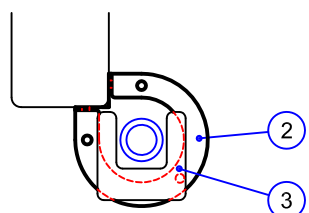

Figure 5
RAISE THE DOOR ENOUGH TO PLACE THE LOWER SHIM ③ BETWEEN THE TOP OF THE LOWER HINGE GUARD ② AND THE BOTTOM OF THE DOOR AT THE LOWER HINGE POST. POSITION THE LOWER SHIM ③ SO IT IS NOT RESTING ON THE WHITE UHMW BUSHING, SEE FIGURE 5 - PAGE 2.
RAISE THE DOOR ENOUGH TO PLACE THE LOWER SHIM ③ BETWEEN THE TOP OF THE LOWER HINGE GUARD ② AND THE BOTTOM OF THE DOOR AT THE LOWER HINGE POST. POSITION THE LOWER SHIM SO IT IS NOT RESTING ON THE WHITE UHMW BUSHING, SEE FIGURE 5 - PAGE 2.